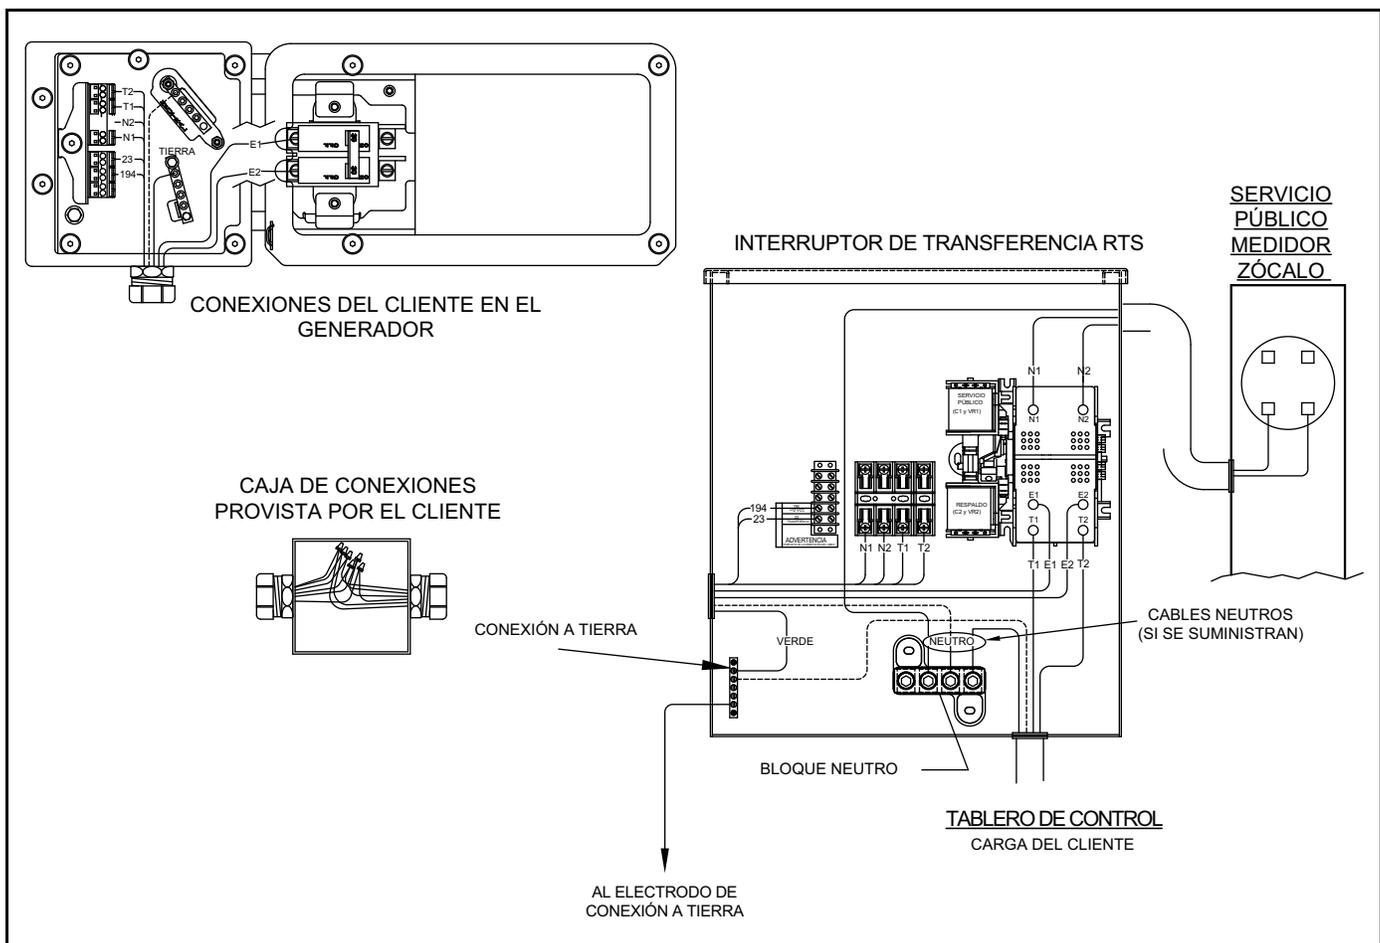

Figura 6-2. Cableado de la línea principal de CA
3. Instale el conducto y los cables de la línea principal de CA y de control entre el generador y el interruptor de transferencia (Figura 6-2). A través de una caja de conexiones externa clase NEMA 3 (no suministrada).
4. Si se requiere, conecte el cable neutro en la barra de neutro y apriete con la especificación requerida. Vea la Figura 6.2.
5. Conecte el cable de conexión a tierra en la barra de conexión a tierra y apriete con la especificación requerida. Vea la Figura 6.2.